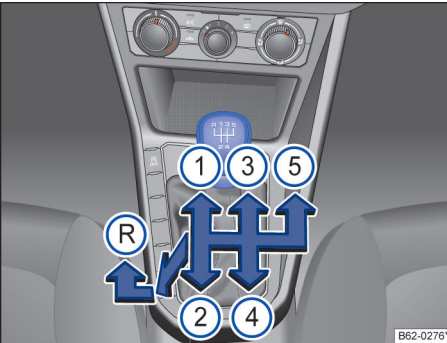

图 92 5 挡手动变速箱挡位示意图。
- 停顿数秒钟后下压换挡杆，然后往左推到底，再将换挡杆向前推至换挡手柄上所示的倒挡位置→图 92 **R**